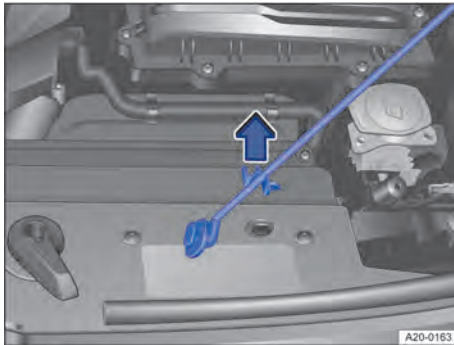
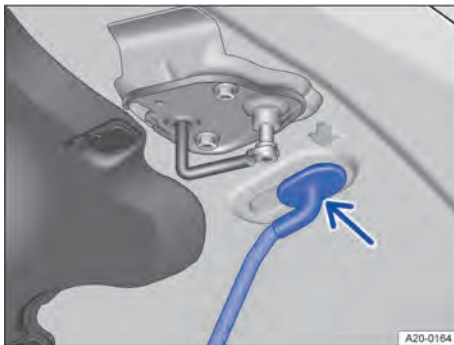

Fig. 194 Dans le compartiment-moteur : béquille de capot-moteur dans la fixation.
Fig. 195 Sur le capot avant : logement pour béquille de capot avant
4. Retirez la béquille de capot-moteur de sa fixation → fig. 194 dans le sens de la flèche et mettez-la en place dans l'ouverture → fig. 195.
2. Décrochez la béquille de capot-moteur de l'ouverture → fig. 195 et enfoncez-la dans la fixation → fig. 194.